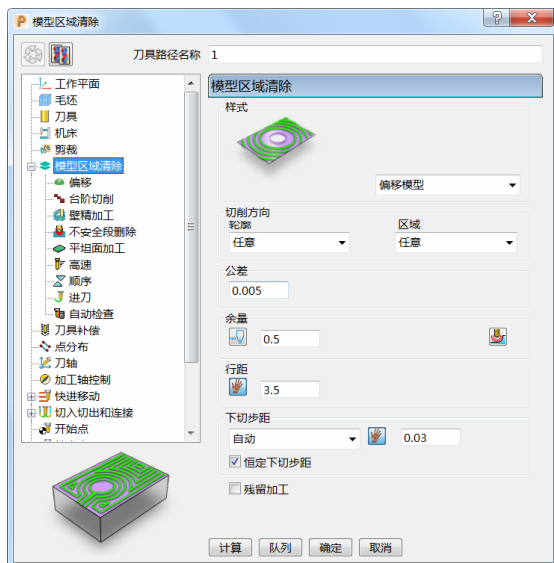

图 4-7
5) 模型区域清除：样式选择“偏移模型”，切削方向选择“任意”，设定公差“0.005”、余量“0.5”、行距“3.5”、下切步距“0.03”，勾选“恒定下切步距”。(图 4-7)